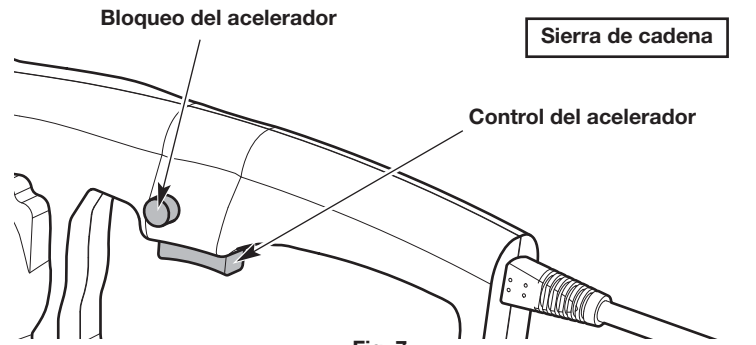

Fig. 7
2. Oprima y mantenga apretado el bloqueo del acelerador (Fig. 7). Luego, apriete y mantenga oprimido el control del acelerador (Fig. 7). Consulte *Arranque y Parada*.
1. Oprima y mantenga apretado el bloqueo del acelerador (Fig. 7 - 9).
2. Continúe apretando el bloqueo del acelerador. Apriete y mantenga apretado el control del acelerador para hacer arrancar la unidad (Fig. 7 - 9).
1. Libere el control del acelerador y espere hasta que todas las piezas móviles se hayan detenido por completo (Fig. 7 - 9).